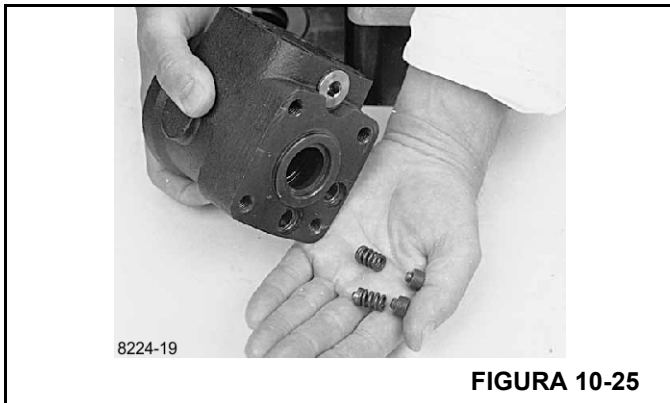

FIGURA 10-25
19. Sacuda la unidad para que los dos resortes y las dos bolas de válvula le caigan a la mano (Figura 10-25). Los asientos de válvula están unidos a la caja y no pueden retirarse.